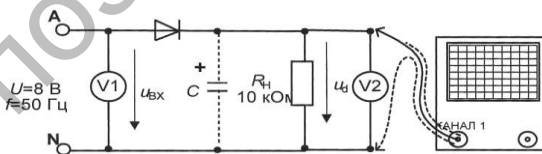
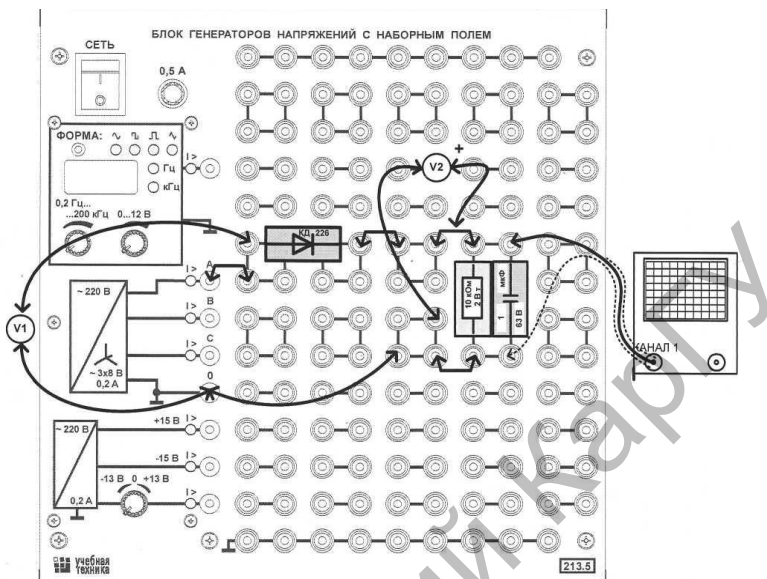

Рисунок 5.21
Рисунок 5.22
- Соберите цепь согласно схеме (рис. 5.21) и монтажной (рис. 5.22) сначала без сглаживающего фильтра ($C = 0$). Включите мультиметры: V1 – для измерения действующего значения синусоидального напряжения, V2 – для измерения постоянного напряжения.